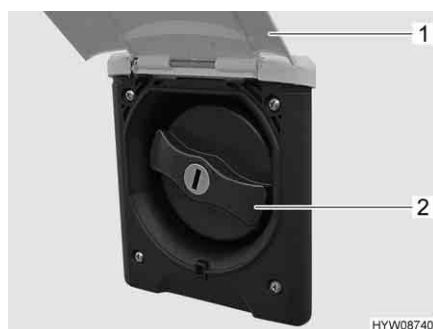

Fig. 138 Coperchio per bocchettone di riempimento dell'acqua potabile
- Sollevare lo sportello esterno (Fig. 138,1).
- Ruotare il coperchio blu (Fig. 138,2) di un quarto di giro.